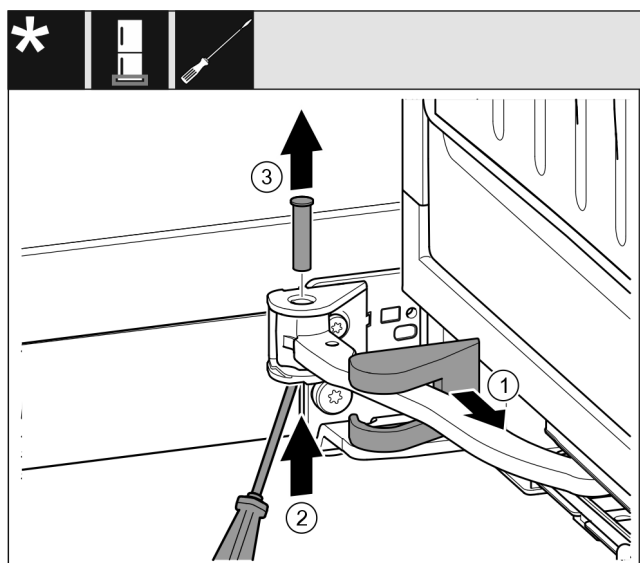

Fig. 15
- ▶ Trekk av lagerbukkdekslet og skyv det langs leddet. Fig. 15 (1)
- ▶ Løft bolten med fingeren eller en skrutrekker nedenfra. Fig. 15 (2)
- ▶ Sett en skrutrekker under boltehodet, og trekk den ut. Fig. 15 (3)